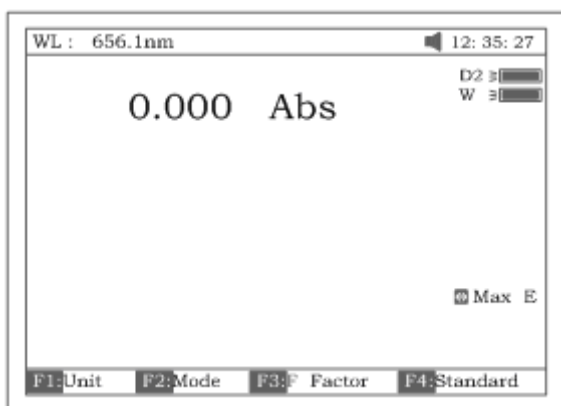

Рис. 19.
- Пользуясь рукояткой кюветодержателя, установите кювету с холостым раствором на пути прохождения светового луча. *Если измерение проводится относительно воздуха, оставьте кюветное отделение пустым.* Нажмите клавишу **[0Abs/100%T]** для обнуления показания оптической плотности холостого раствора . После кратковременного появления надписи “Blanking” экран примет вид рис. 19.